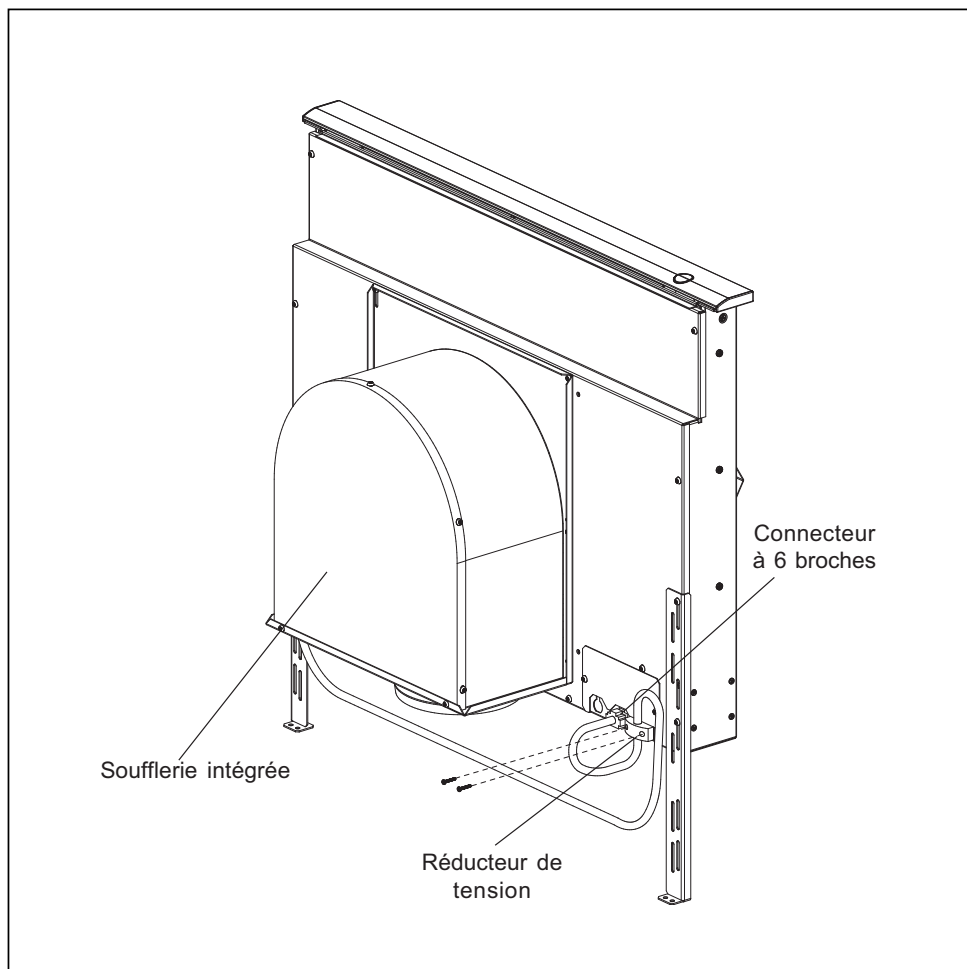

Fig. 10 – soufflerie intégrée
Soufflerie intégrée (voir figures 10 et 12 pour plus de détails):
- A. Retirer le couvercle de la boîte de jonction et brancher le conduit avec 5 vis depuis la soufflerie à distance. Brancher les fils selon le diagramme de câblage, figure 10. Remettre le couvercle de la boîte de jonction.